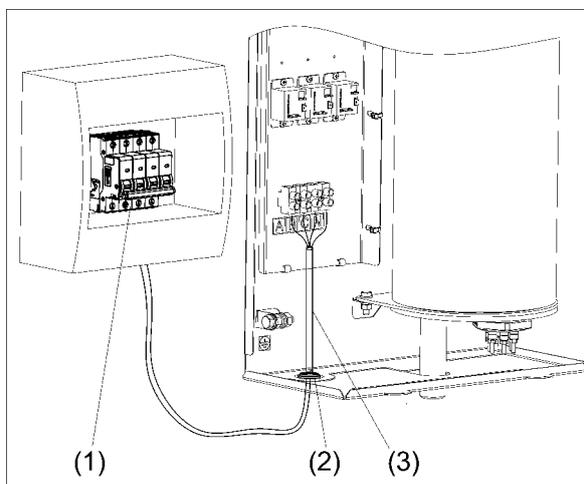

Рисунок 7. Подключение прибора к электросети
6.2.3 Подключение прибора к электрической сети осуществляется только через внешний автоматический выключатель QF (см. рис. 7) с номинальным током (In) указанным в таблице 2.
(1) Выполните монтаж автоматического выключателя QF в непосредственной близости от прибора и доступным для визуального осмотра месте (см. рис. 7);